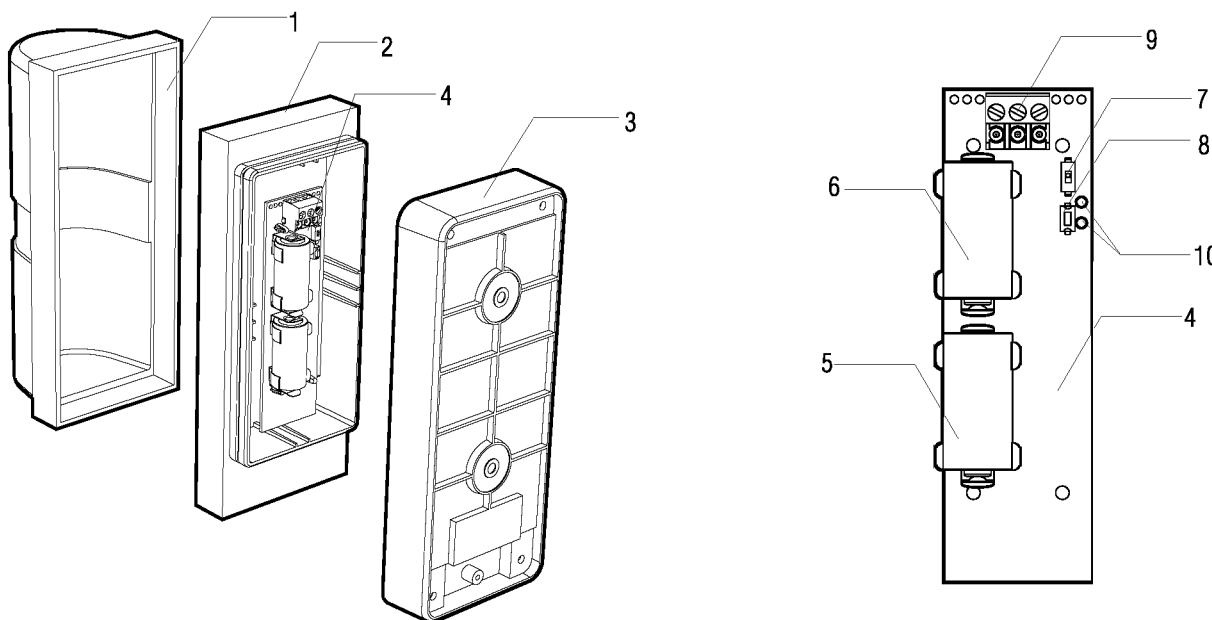

Рис. 1
Все извещатели выполнены в виде единого блока (Рис. 1) и состоят из крышки с оптической системой (1), основного блока (2) и тыльной крышки (3). Печатная плата МР (4) закреплена на тыльной части основного блока.